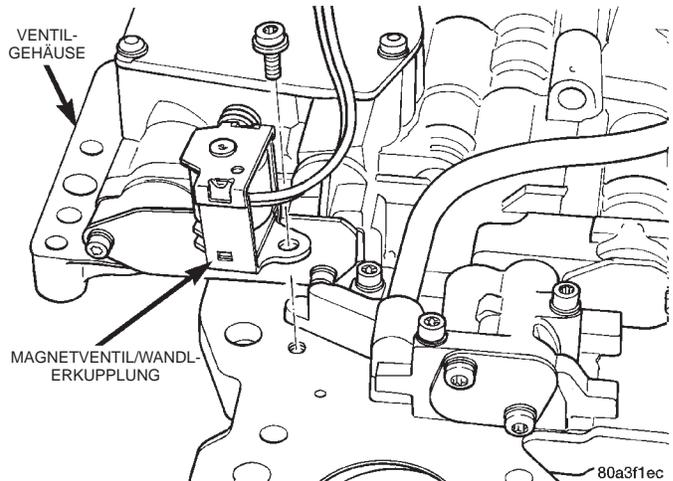

Abb. 45 Magnetventil/Wandlerkupplung
(11) Magnetventil/Wandlerkupplung von der Zwischenplatte abbauen (Abb. 45). Die Befestigungsschraube des Magnetventils wird mit einem Torx-Bit T25 herausgedreht.